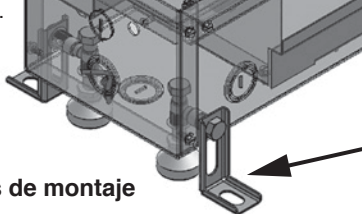

Figura 11C: Patas de montaje
9. Retire las patas deslizables y los tornillos del kit de piezas – coloque las patas de montaje en la caja del calefactor sin ajustarlas. Ver la Figura 11C.
11. Alinee las patas deslizables con la marca del contrapiso y perforo en los lugares de los agujeros. Ver la Figura 11C.